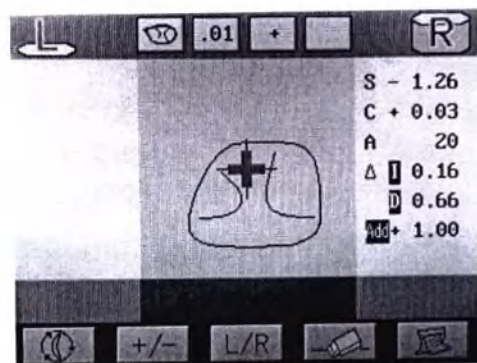

рис.30
- 4) Двигайте линзу по направлению индикатора снова, вращайте ручку линзового экрана двигая экран к прибору до пересечения с "О". Затем "О" сменится на "+", измерение NV закончено. (рис.30)